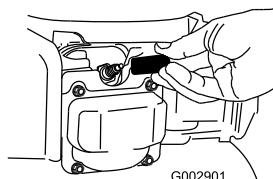

Figure 22
- Débranchez le fil de la bougie (Figure 22) avant de procéder à un quelconque entretien.